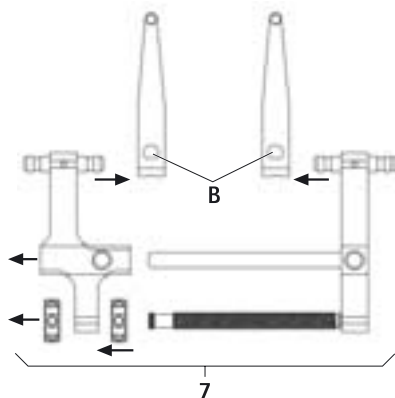

Fig. 2
- Desmontar o distractor 7 juntamente com as lâminas de distracção, ver Fig. 2: accionar a corrediça B e remover a lâmina de distracção FW239R.